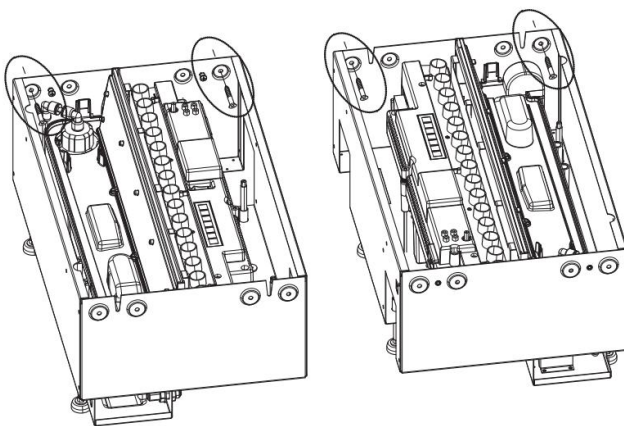

Fig.8
4. Wenn sich das Produkt in der Endposition befindet, entnehmen Sie die Topplatte und schrauben Sie das Produkt mit angemessenen Schrauben (nicht mitgeliefert) mithilfe der in Abb. 8 angezeigten vier Befestigungslöcher in der Einfassung fest.